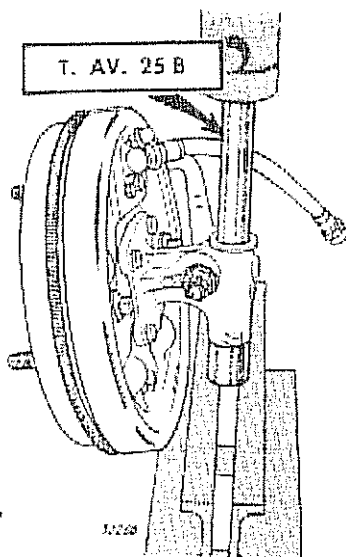

Fig. 273
2) Quitar el engrasador de la punta de eje y extraer los bujes de la misma en la prensa, empleando la herramienta especial mandril T. AV. 25-B (Fig. 273).